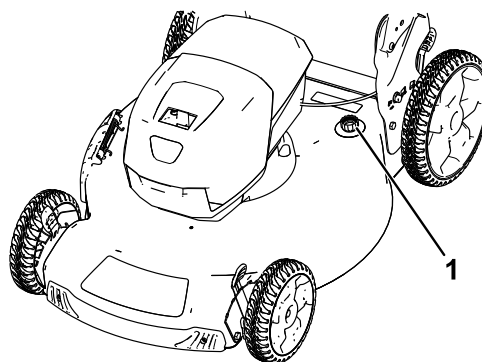

Figure 18
- Branchez un tuyau d'arrosage, relié à une arrivée d'eau, au raccord de lavage (Figure 18).